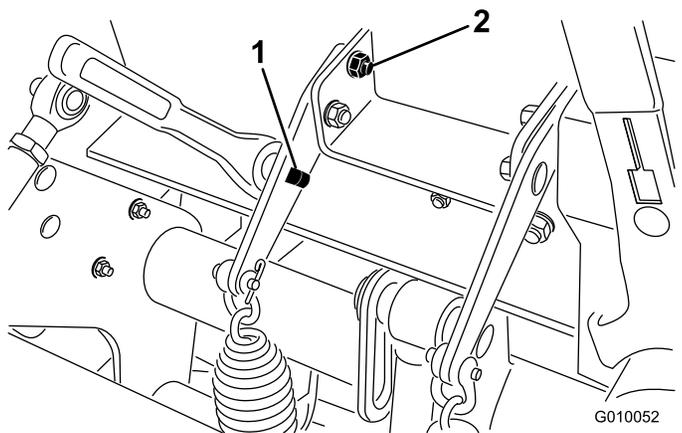

図 37
3. スプリングプレートの四角い穴に1/2"のラチェットまたはバールを差し込む 図 37。